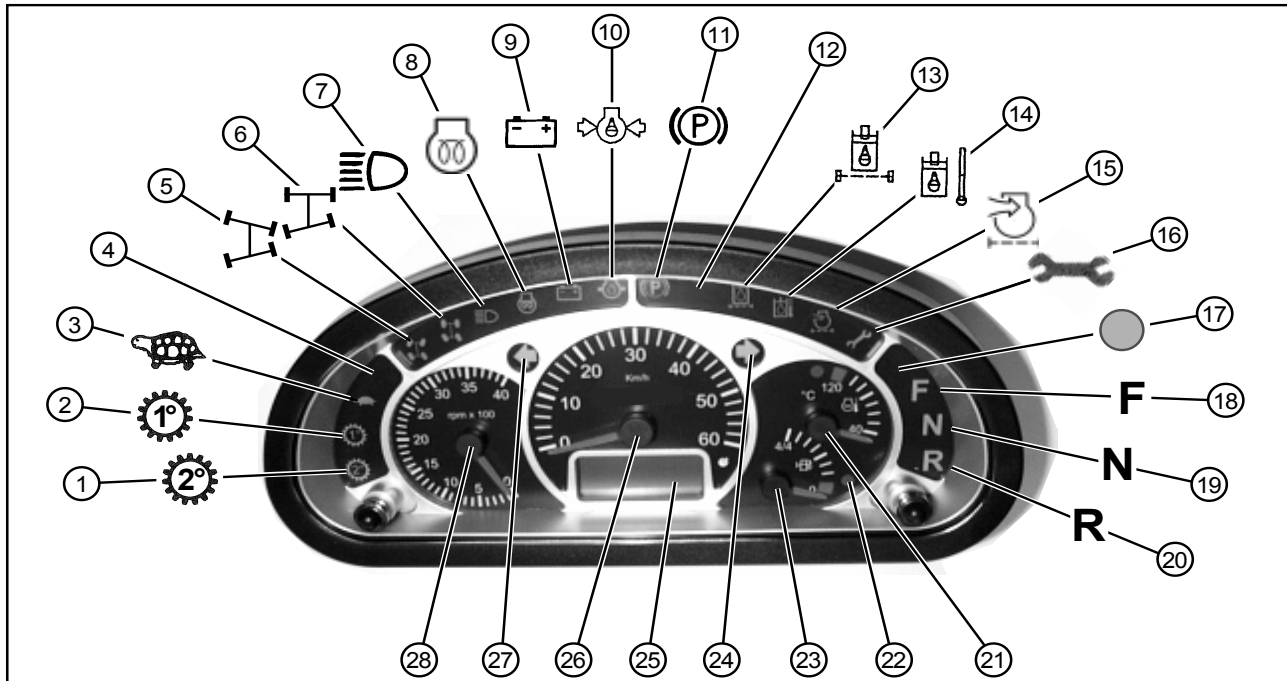

Figure 4-14
- 1 - Tableau de multifonctions (voir Chapitre 4.4.1, fig. 4-14)
- 2 - Interrupteur à bascule pour gyrophare (IO)